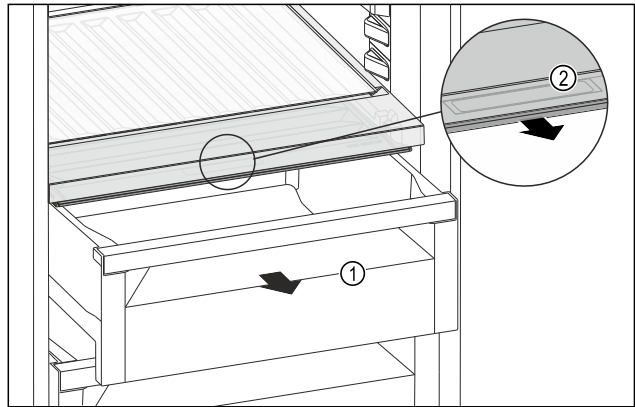

Fig. 180
- ▶ Húzza ki a fiókot Fig. 180 (1).
- ▶ Fogja meg a sülyesztett fogantyút Fig. 180 (2) a rekeszfedélen, és ezzel egy időben húzza előre felé a rekeszfedelet.